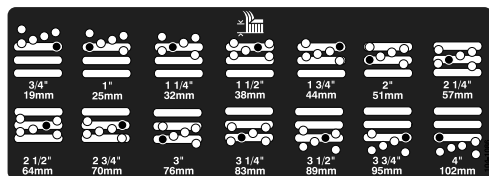

図 4
4. チェンバを支えておきながらスペーサを取り外す（図 4）。
5. 希望の刈り高にチェンバを合わせ、その刈り高の穴とスロットにスペーサを通す（図 4）。